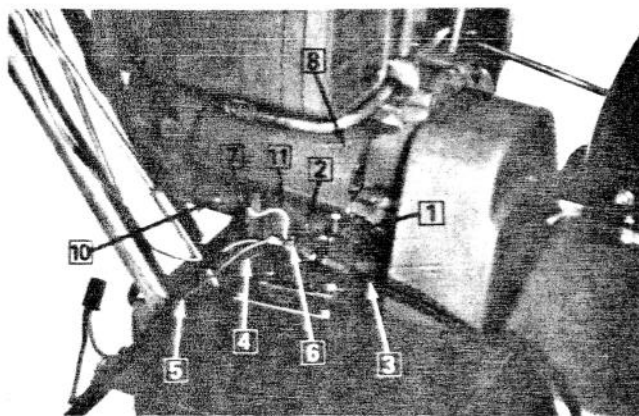

Figure 7
11. Installez l'ensemble de fils raccordant le démarreur à la borne intérieure du solénoïde (Fig. 7).
12. Raccordez le câble positif de batterie, le fil rouge de la tresse de câblage, le fil rouge de la prise de charge de batterie à la borne extérieure du solénoïde (Fig. 7).
13. Raccordez le fil orange de la tresse de câblage à la petite borne du solénoïde (Fig. 7).
14. Glissez le couvercle du démarreur en position de montage derrière le bas du support du réservoir à essence et fixez-le à l'aide des deux vis autotaraudeuses qui fixaient précédemment le support du réservoir à essence (Fig. 7).